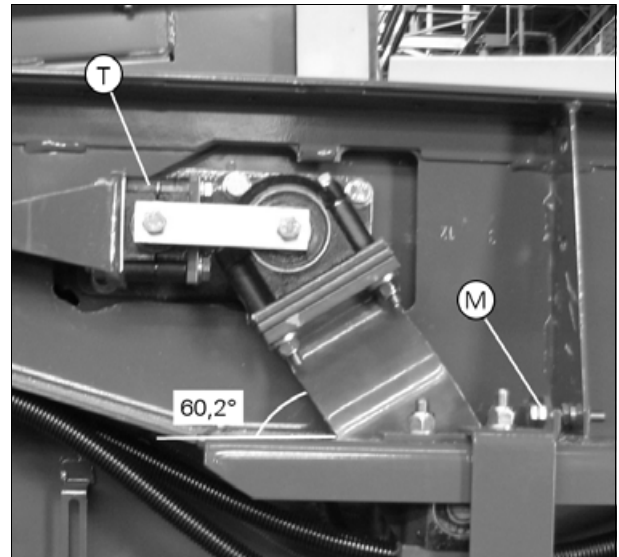

Рис. 10.
4. Затяните болты подшипников в следующем порядке: Затяните (F) и (G) моментом 78 Нм; затяните (H), (J) и (K) моментом 45 Нм.
5. Убедитесь, что между подшипником и боковой панелью машины в точке (Y) имеется зазор приблизительно 2 мм.
6. Убедитесь, что подшипниковые шейки (F) и (G) расположены перпендикулярно боковой панели машины в обеих плоскостях. При необходимости отрегулируйте положение в вертикальной плоскости при помощи прокладок (Z) на наружном подшипнике.
7. Убедитесь, что главная скатная доска и верхний грохот расположены параллельно боковым панелям машины. При необходимости отрегулируйте с помощью прокладок (T) на подшипнике (рис. 10) соединительной тяги (макс. 3 x 1 мм).